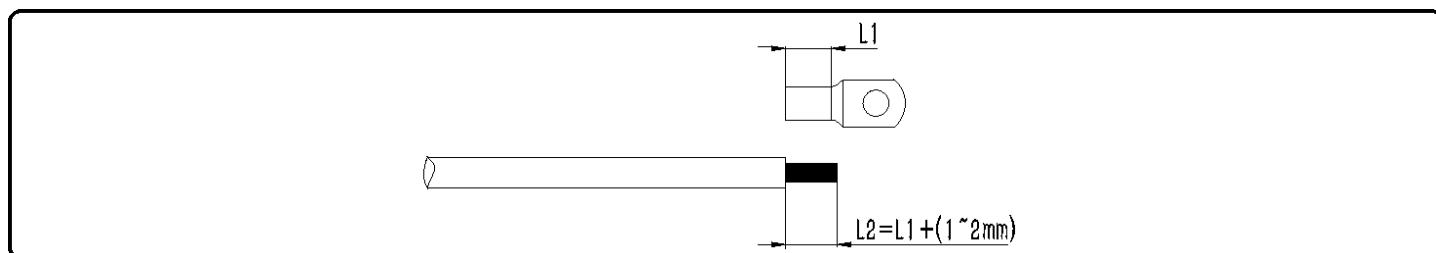

Figura 4.3.3-1
- (1) Decapar o cabo de aterramento conforme a Figura 4.3.3-1.
- (2) Encaixar o terminal olhal no cabo decapado e crimpá-lo corretamente conforme Figura 4.3.3-2